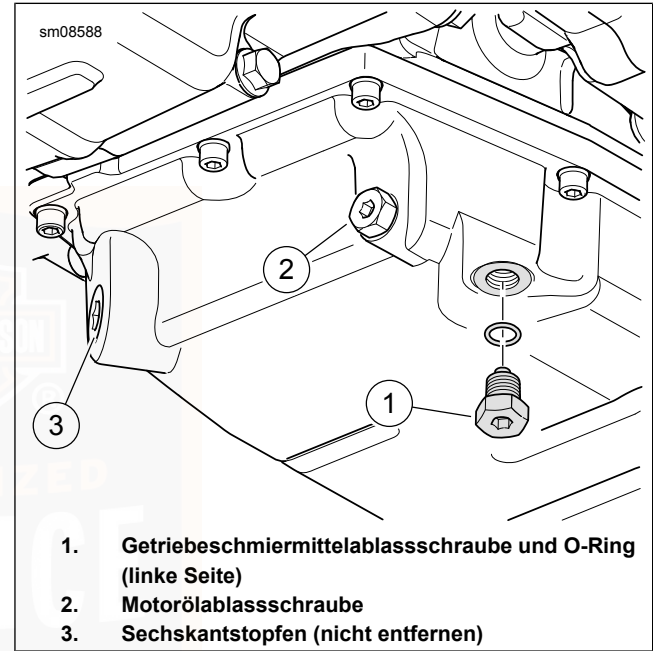

Abbildung 89. Getriebeschmiermittelablass
2. Siehe Abbildung 89. Die Getriebeschmiermittel-Ablassschraube entfernen. Getriebe entleeren.